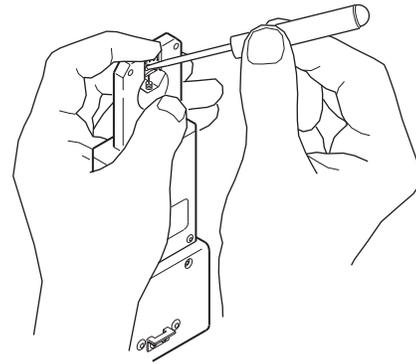

図 12:アーク・ギャップの設定
5. 電極の先端が下に向くように、マイクロ・ウェルド・ヘッドを固定します。電極固定ねじを緩めると、電極が落下してアーク・ギャップ・ゲージに当たります (図 12)。